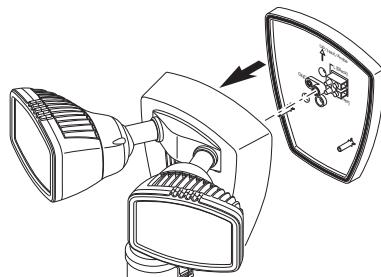

Figure 1
1. Dévissez le boulon de montage central qui fixe le boîtier du luminaire à la plaque 1-2-Easy Connect^{MC}, puis retirez la plaque (voir la Figure 1). Le boulon de montage est conçu pour demeurer dans le luminaire. *Remarque :* Assurez-vous que le joint de caoutchouc est placé sur la plaque 1-2-Easy Connect^{MC}.